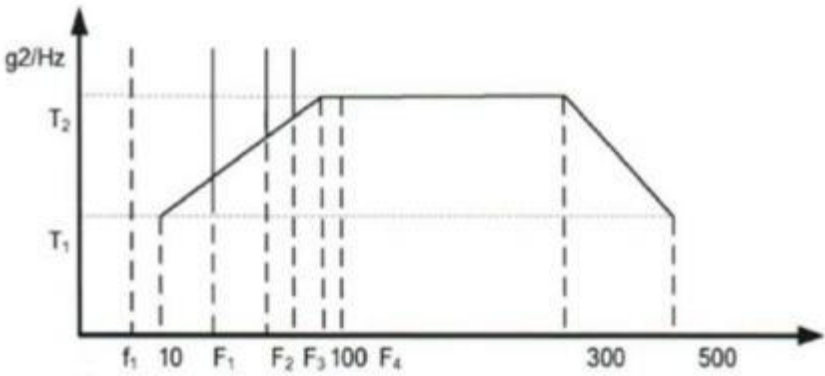

图 2 挂飞振动试验随机
- b) 试验量值：宽带随机谱如图 2，功能性振动试验量值见表 2、表 3、表 4；